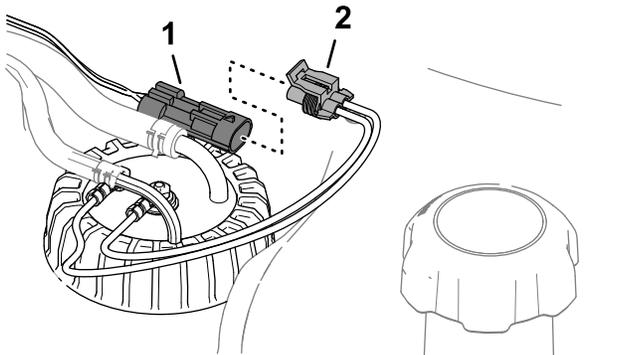

**Figura 95**
- 7. Alinee los orificios de la tapa del sensor de combustible con los orificios del depósito de combustible, y sujete la tapa al depósito con los 5 tornillos Phillips (Figura 95).